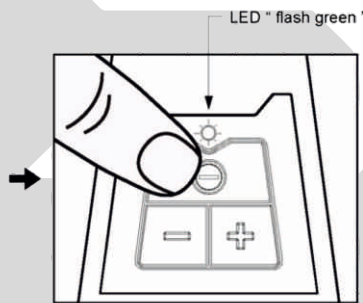

figure 2
1. Branchez le cordon d'alimentation secteur de la ponceuse à la source d'alimentation (sortie 220VAC). Les sons d'avertissement "bip" d'avertissement se produiraient une fois que la fiche est bien branchée à la source d'alimentation et l'indicateur LED indique la couleur «Rouge fixe» en ce moment. Voir la figure 2.
2. Appuyez sur la touche "0" sur la plaque de bouton pour allumer la ponceuse. L'indicateur LED indique la couleur "flash vert" après la mise en marche de la ponceuse. - voir la figure 2.